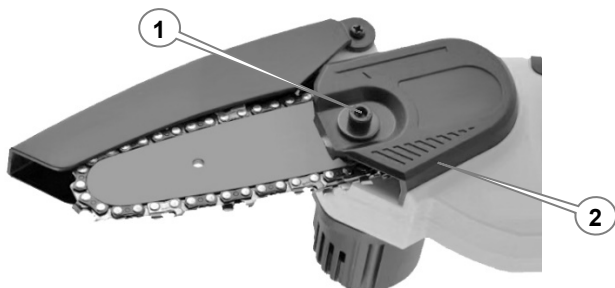

Рисунок 5. Схема вузла фіксації «шини» кришкою із механізмом натягу ланцюга.
3. Відкрутити фіксатор (1, рис. 5) кришки (2, рис. 5) кріплення «шини».
4. Демонтувати кришку (2, рис. 5) кріплення «шини».
8. Посунути рукою «шину» вперед, щоб ланцюг трішки натягнувся та встановити кришку (3, рис. 5) кріплення «шини».
9. Закрутити фіксатор (1, рис. 5) кріплення кришки напрямної, не зтягуючи його, та перейти до розділів регулювання/перевірки натягу ланцюга.
10. Налаштований різальний блок закрити кришкою (2, рис. 5) та надійно зафіксувати її нарізним фіксатором (1, рис. 5) до упору.
2. Послабити на півоберта фіксатор (1, рис. 5) механізму регулювання натягу ланцюга.
5. Міцно затягнути фіксатор (1, рис. 5) до упору.